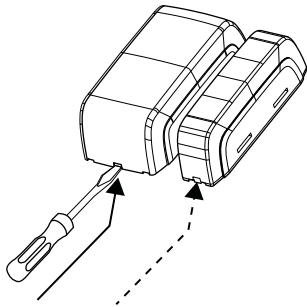

Figura 4: Rimozione del coperchio decorativo
1. Inserire un cacciavite a testa piatta nell'apposito alloggiamento e spingerlo verso l'alto per rimuovere il coperchio decorativo. Vedere Figura 4.